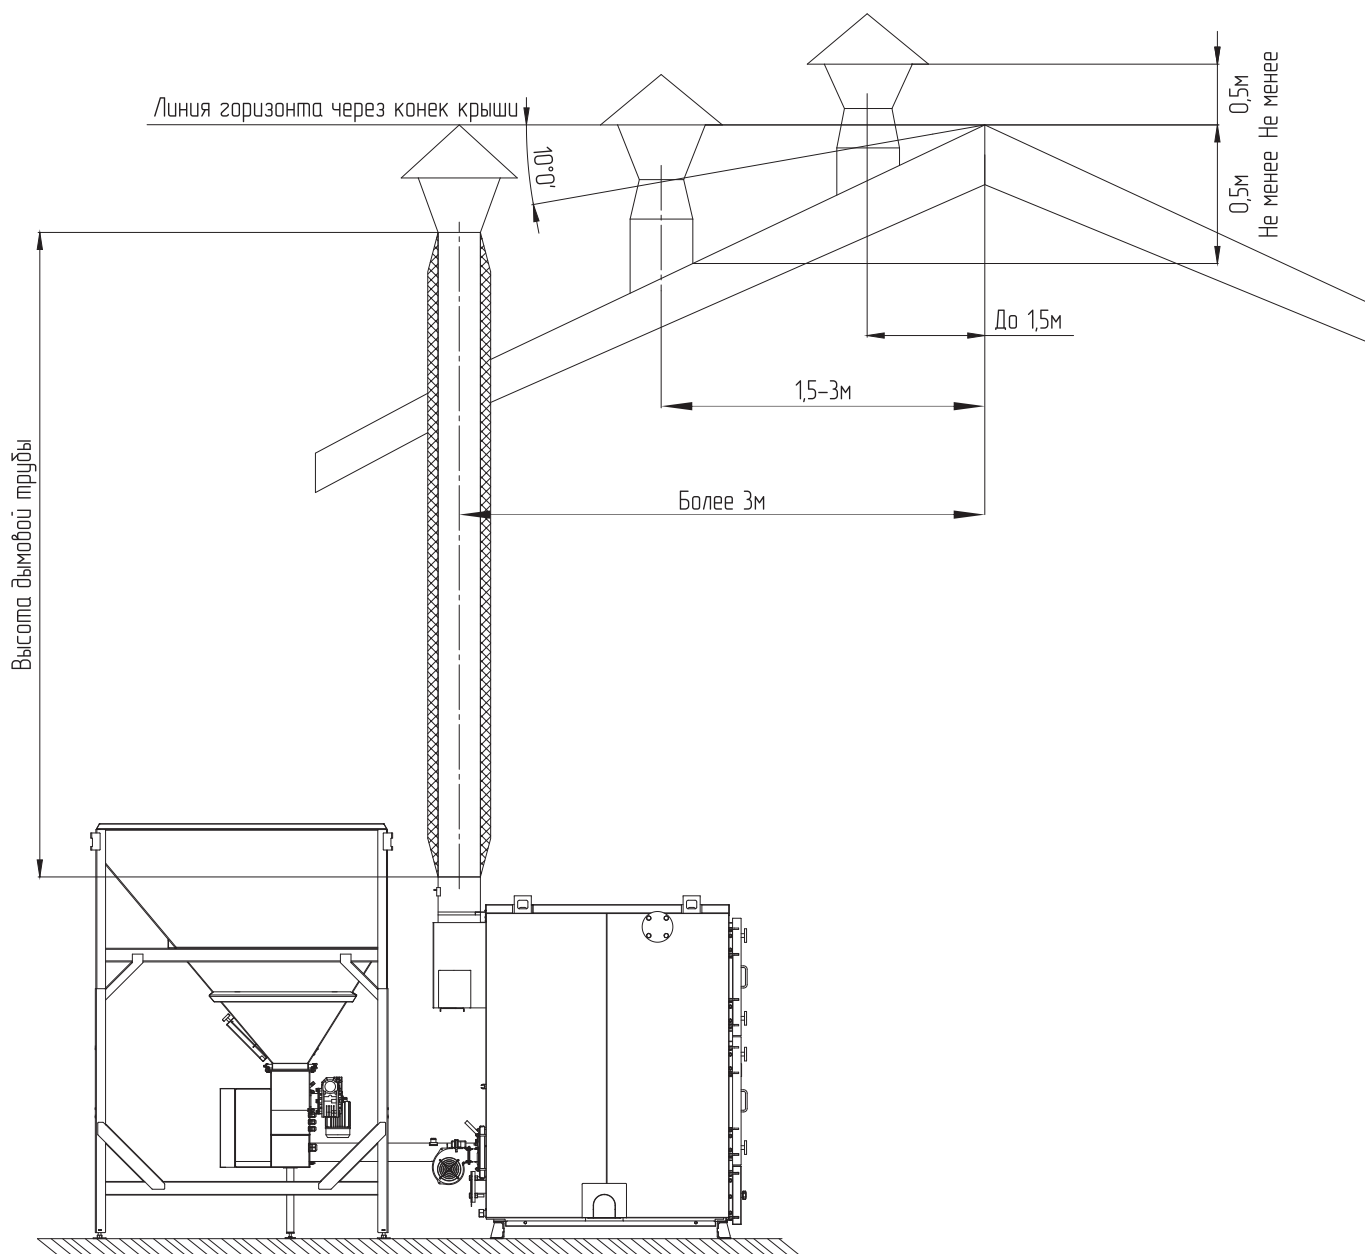

Рис.11 Варианты установки дымовой трубы
- Если котельная устанавливается в непосредственной близости от зданий необходимо подбирать высоту дымовой трубы, в зависимости от расстояния ее до конька крыши, как показано на **Рис.11** (Только для исполнения «Стационарный»).
Высоту дымовой трубы над крышей (в зависимости от расстояния ее до конька крыши) необходимо выполнять в соответствии с **Рис.11**.